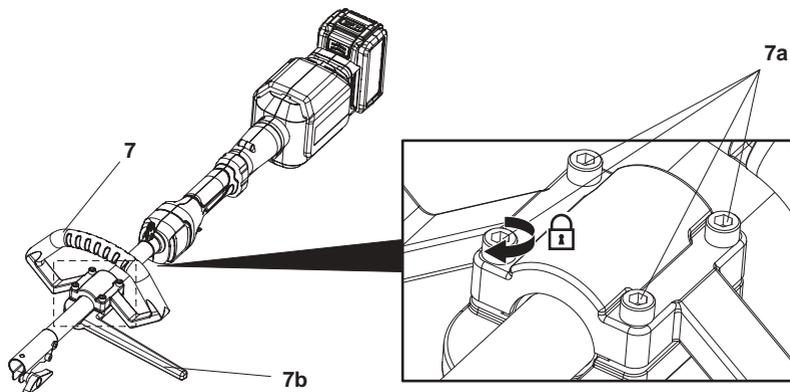

Fig. 3
La empuñadura auxiliar (7) está montada previamente en la barra de la unidad del motor. Compruebe que la empuñadura auxiliar (7) está bien apretada y que la barrera (7b) está fijada previamente en el lado del usuario. Si no es así, vuelva a montarla y apriete los cuatro pernos de montaje (7a) con una llave hexagonal adecuada (no suministrada) (Fig. 3).